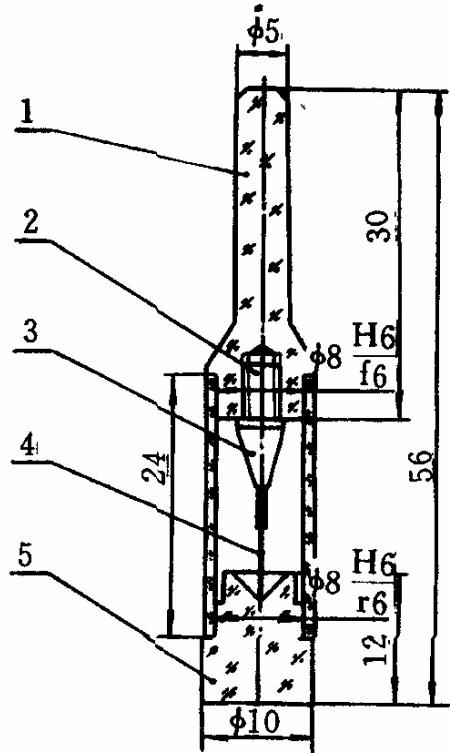
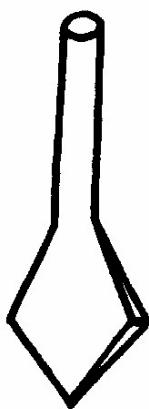

图1-21 油杯
图1-22 油针外形图
(1) 油杯(见图1-21):油杯由柄1、连接件2、套筒3、油针4和油杯座5组成。油杯座的凹槽内贮放表油，它与套筒之间为过渡配合，这样便于将套筒拆下来对油杯座进行清洗。柄与套筒之间为松动配合。油针牢牢地插在连接件的孔里。为了增强注油效果，可以把油针的端部挤扁，然后磨成铲子形状(见图1-22)。柄、套筒和油杯座的材料均为有机玻璃，既美观又透明。油针的材料是钢丝。